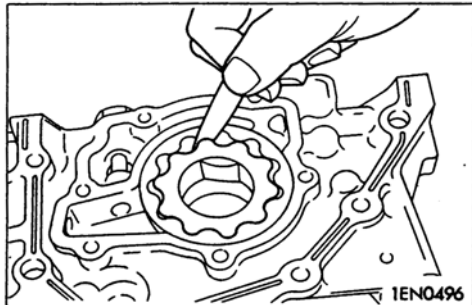

图 5-1
(1) 将转子装入前盖。
2) 用测隙规检查齿顶间隙 (见图 5-1)